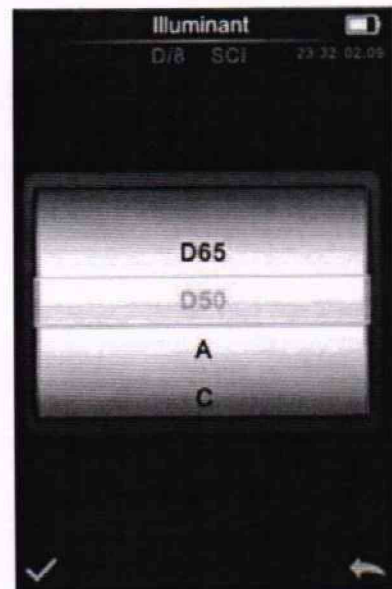

Рисунок 25 – Окно выбора стандартного источника освещения
10.1.2.2.2 Нажать кнопку «Illuminant» в меню «Illuminant». Откроется окно выбора стандартного источника освещения (рисунок 25). Выбрать необходимый источник освещения (D65, C или A). Нажать кнопку ✓ в нижнем левом углу для подтверждения выбора и возврата к меню «Illuminant».